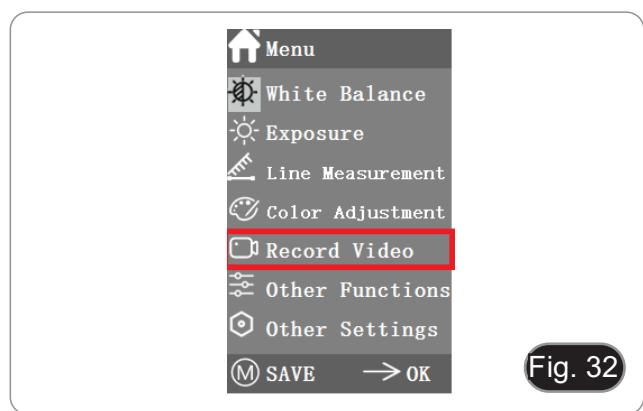

Fig. 32
- Prima o botão M para mostrar o menu no ecrã (Fig. 32) e escolha a opção Gravar Vídeo premindo ↑ ou ↓.